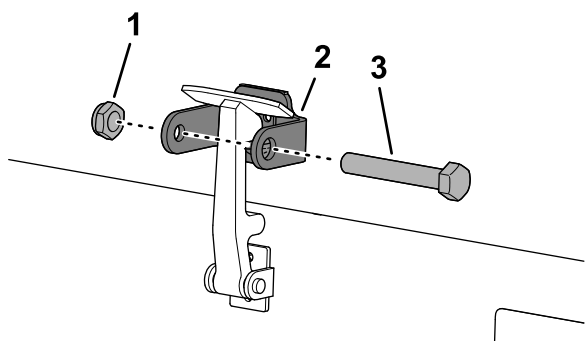

Figura 20
7. Enrosque el perno en el otro brazo del cierre de seguridad del capó para bloquear la posición del cierre (Figura 20).